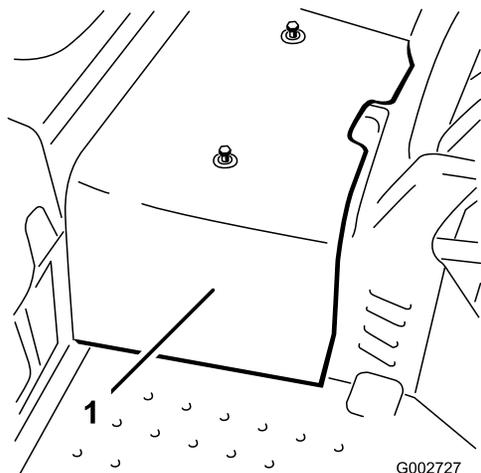

図 31
2. 中央シュラウドを機体に止め付けているネジ2本を外してシュラウドを機体から取り外す(図 31)。